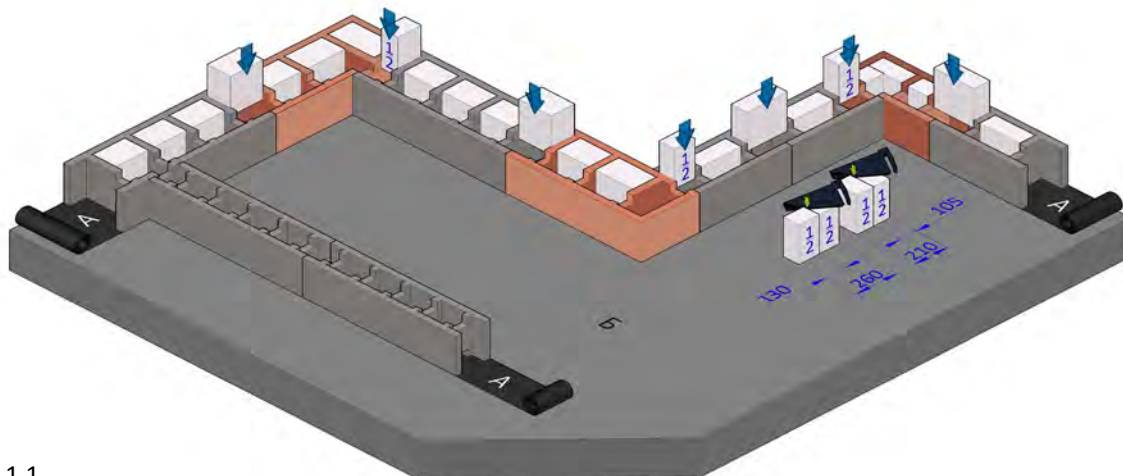

Рис. 1.1
1.2 Перед укладкой блоков необходимо произвести гидроизоляцию от фундамента (см. рис.1.1 «А»). Если фундамент гидроизолирован, то повторную гидроизоляцию можно не проводить.
1.6 В разложенные блоки необходимо в стыках между блоками уложить утеплитель (см. рис.1.1 «стрелкой»). В углах и примыкании стен утеплитель необходимо подогнать по размеру ячейки.